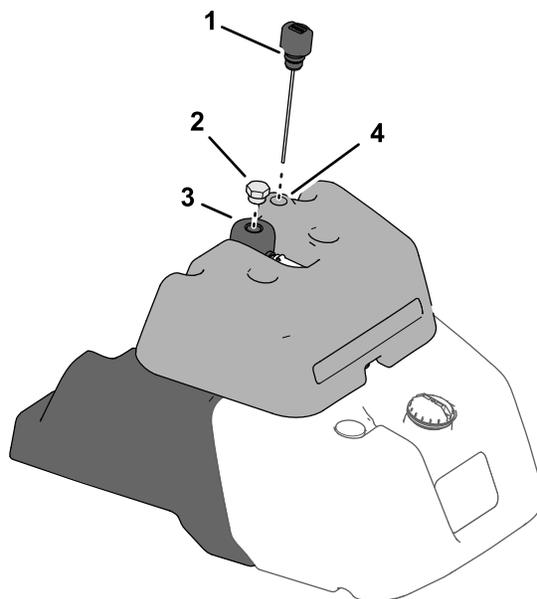

Рисунок 36
- Если на вашей машине есть указатель уровня топлива в верхней части топливного бака, найдите масломерный щуп гидравлической системы в верхней части бака системы обнаружения утечек (Рисунок 36) и перейдите к пункту 3.